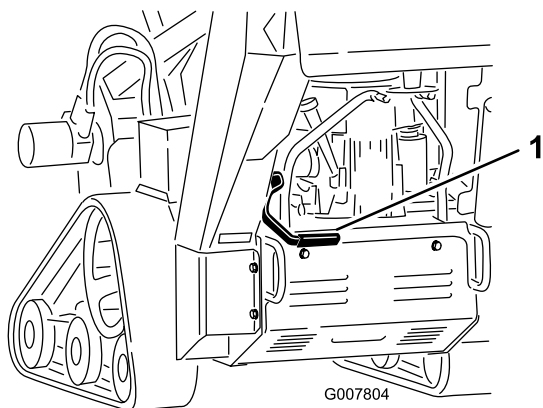

Рисунок 15
- Для включения стояночного тормоза потяните рычаг тормоза назад и вверх (Рисунок 15).
- Для отпускания тормоза потяните рычаг назад и затем вниз (Рисунок 15).